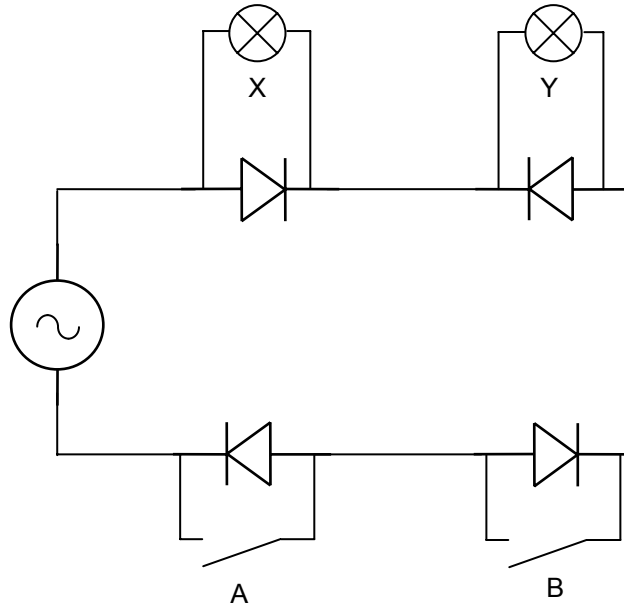

Figure 45
2. Le dispositif de la Figure 45 comprend quatre diodes, supposées idéales, deux interrupteurs A et B, deux ampoules X et Y, et une source idéale de tension alternative. On admettra que si une diode court-circuite une ampoule, celle-ci est éteinte, plus aucun courant électrique ne traversant le filament.